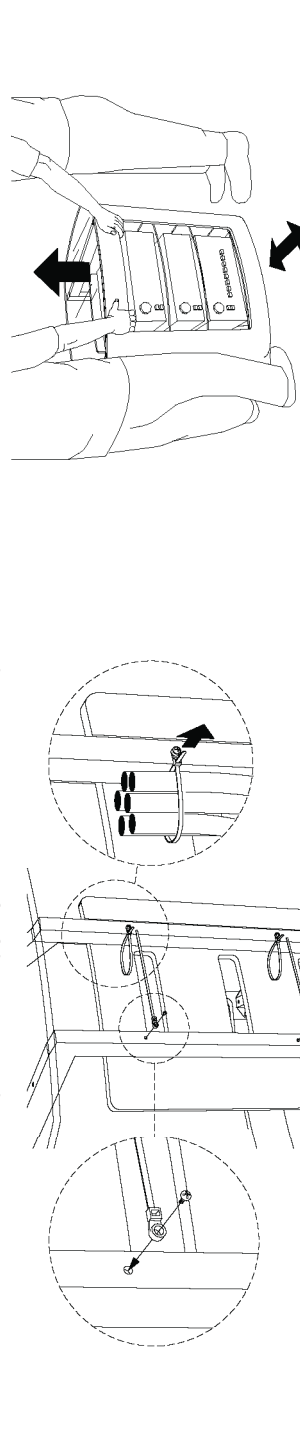

Рисунок 6
6. Прикрепите хомуты для прокладки кабелей к задней кромке рамок (плоский конец должен касаться металла), как показано на рис.6, с помощью комплектных металлических шурупов 1/2". После установки оборудования соберите кабели вместе. Оберните хомут вокруг кабелей и затяните, как показано на рисунке.